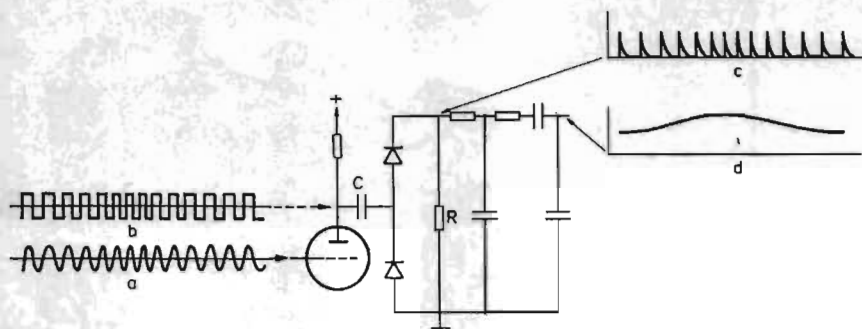
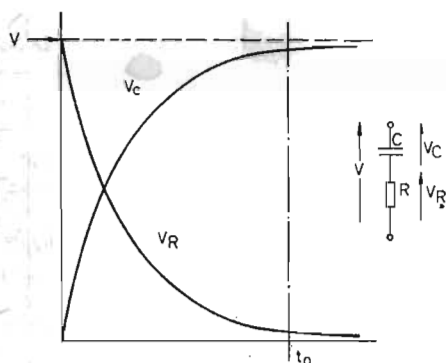

Fig 5
Fig 6
Begränsaren i fig. 5 klipper topparna på sinusvågen (a) med något som liknar en fyrkantvåg som resultat (b). När spänningen plötsligt ökar på begränsarens anod och sedan förblir konstant under en viss tid, uppladdas kondensatorn C efter en exponentialkurva, vars förlopp bestäms av värdena på C och R och spänningen V, se fig. 6.
C och R är givetvis konstanta, och om V är konstant under hela uppladdningstiden, är kurvans form given. Förblir V konstant under *längre* tid än uppladdningstiden t_0 i fig. 6, får detta ingen inverkan på kurvans form, men faller spänningen före tiden t_0 innan kondensatorn är fullt uppladdad, blir kurvans form inte »fullbordad». Spänningen över R, betecknad V_R i fig. 6, är ju lika med spänningen V minus spänningen över kondensatorn, V_C . Därför blir även pulserna över R inbördes lika för varje uppladdning av C, fast kurvformen är den omvända (c i fig. 5). Sedan pulserna över R likriktats får vi en spänning, vars amplitud varierar i direkt proportion till frekvensändringarna hos den signal som matas in på begränsarens galler.
Ju lägre mellanfrekvens man påtrycker begränsarens galler, desto längre blir varaktigheten för kantvågspulserna. Av kurvan i fig. 6 ser vi att spänningen V_C över kondensatorn C visserligen till att börja med snabbt rusar mot sitt maximum, men att hastigheten sedan avtar ju mera den närmar sig det. Teoretiskt sett når den inte dit förrän efter oändligt lång tid.
2) mellanfrekvensen, ty ju högre mellanfrekvens, desto mindre »fullbordad» blir varje puls, vilket får till följd att pulsformen blir mera beroende av pulslängden, jämför fig. 6.